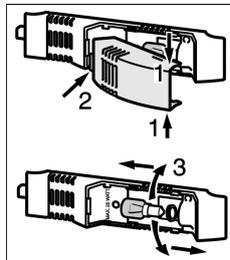

Fig. 13
- ▶ Die Lampenabdeckung oben und unten fassen Fig. 13 (1).
- ▶ Lampenabdeckung hinten austrasten und aushängen Fig. 13 (2).
- ▶ Die Lampe auswechseln Fig. 13 (3).